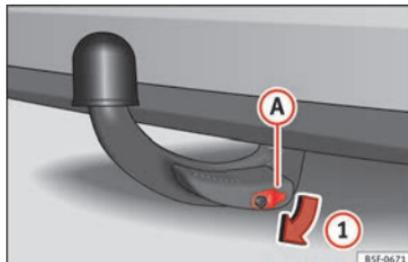

Abb. 233 Schlossabdeckung abnehmen
- Nehmen Sie die Schlossabdeckung **A** in Pfeilrichtung **1** vom Schloss ab » » **Abb. 233**.